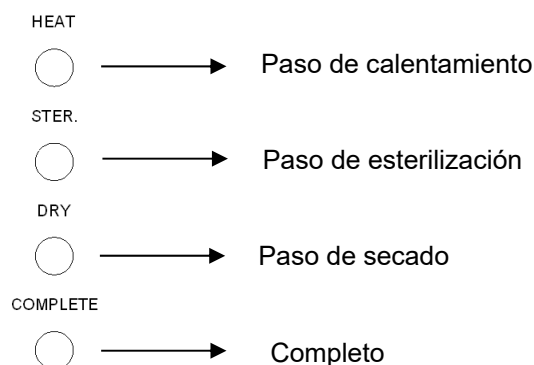

Figura 20
G.4 Presione el botón START (INICIO). El progreso actual del ciclo de esterilización se indica en el indicador estado de proceso. (Figura 20)